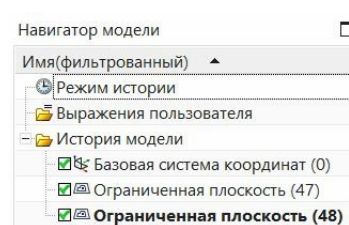

Рис.19
- В НМ все построенные плоскости называются **Ограниченная плоскость** (рис.19).